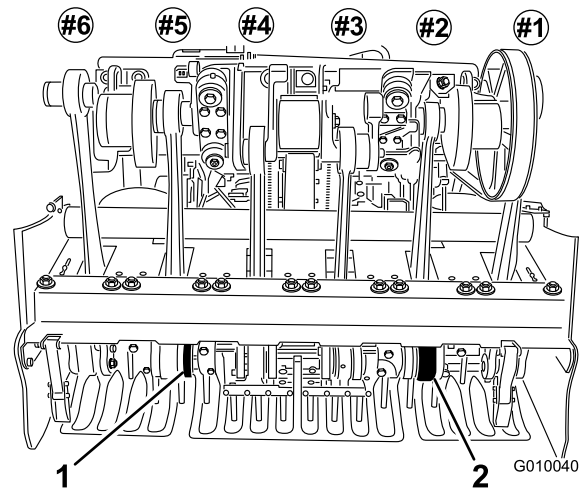

图26
6. 将打孔针安装到 2 号和 5 号打孔针夹头（图26）拧紧螺栓。